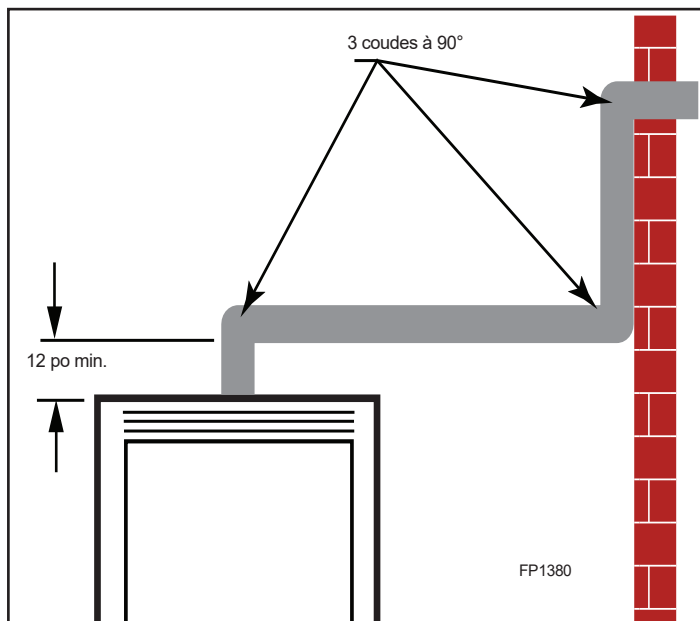

Figure 5.5 Trois (3) coudes à 90° maximum par installation
- Le nombre maximal de coudes à 90° par installation sur une paroi latérale est de trois (3). Voir la figure 5.5.